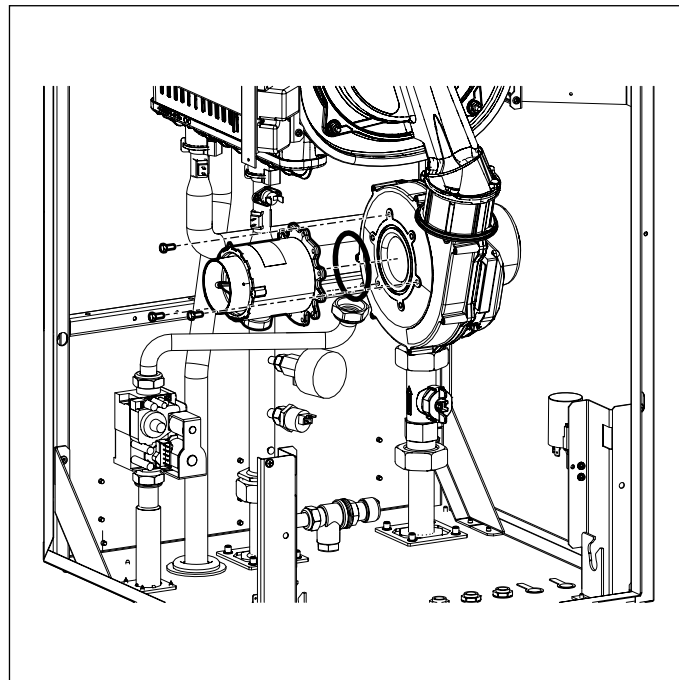

Fig. 33 Amestecător
- Înlăturați amestecătorul desfăcând cele trei șuruburi tip imbus (vezi Fig. 33 Amestecător).
- Montați amestecătorul reasamblat la ventilator cu șuruburile cu imbus, având grijă să repoziționați între amestecător și ventilator, garnitura inelară de etanșare (vezi Fig. 33 Amestecător).